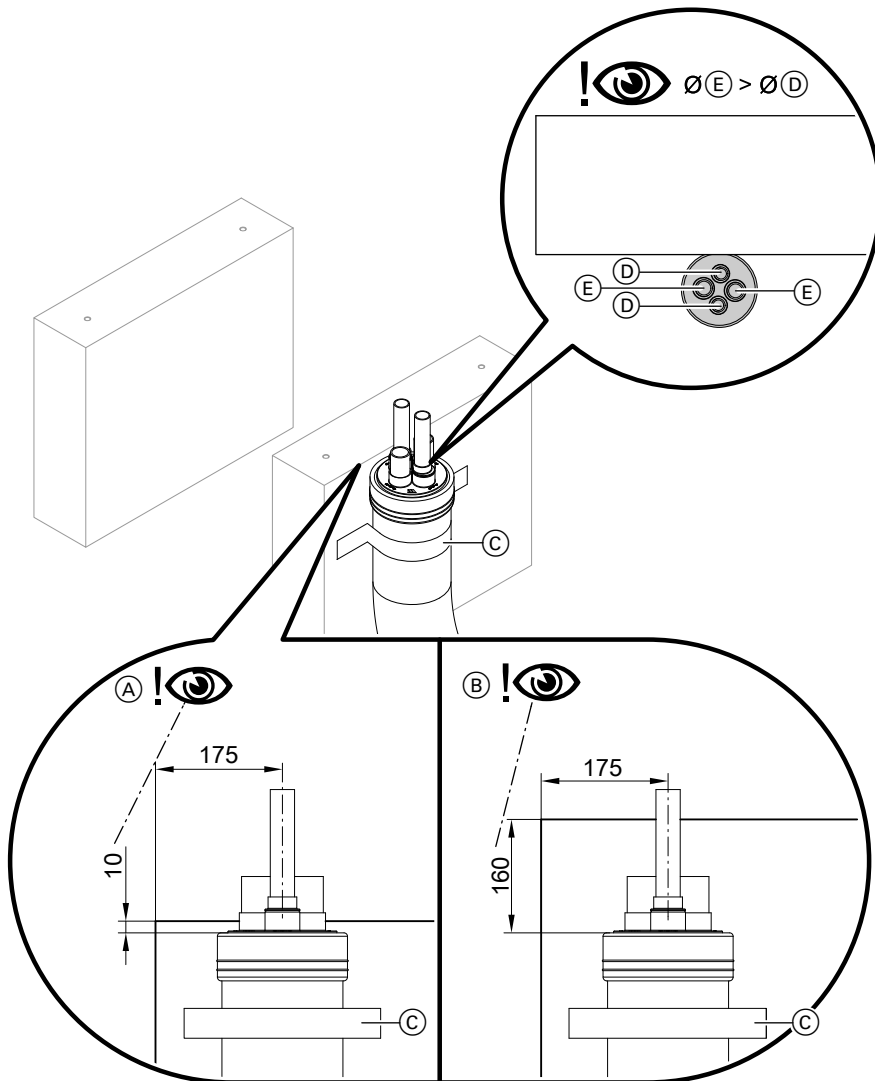

Abb. 15
Damit das Anschluss-Set für Konsole für Bodenmontage (Zubehör) verwendet werden kann, die hydraulischen Leitungen (E) der Quattro-Verbindungsleitung in einer Flucht parallel zur Fundamentkante ausrichten: Siehe Abb. 15.